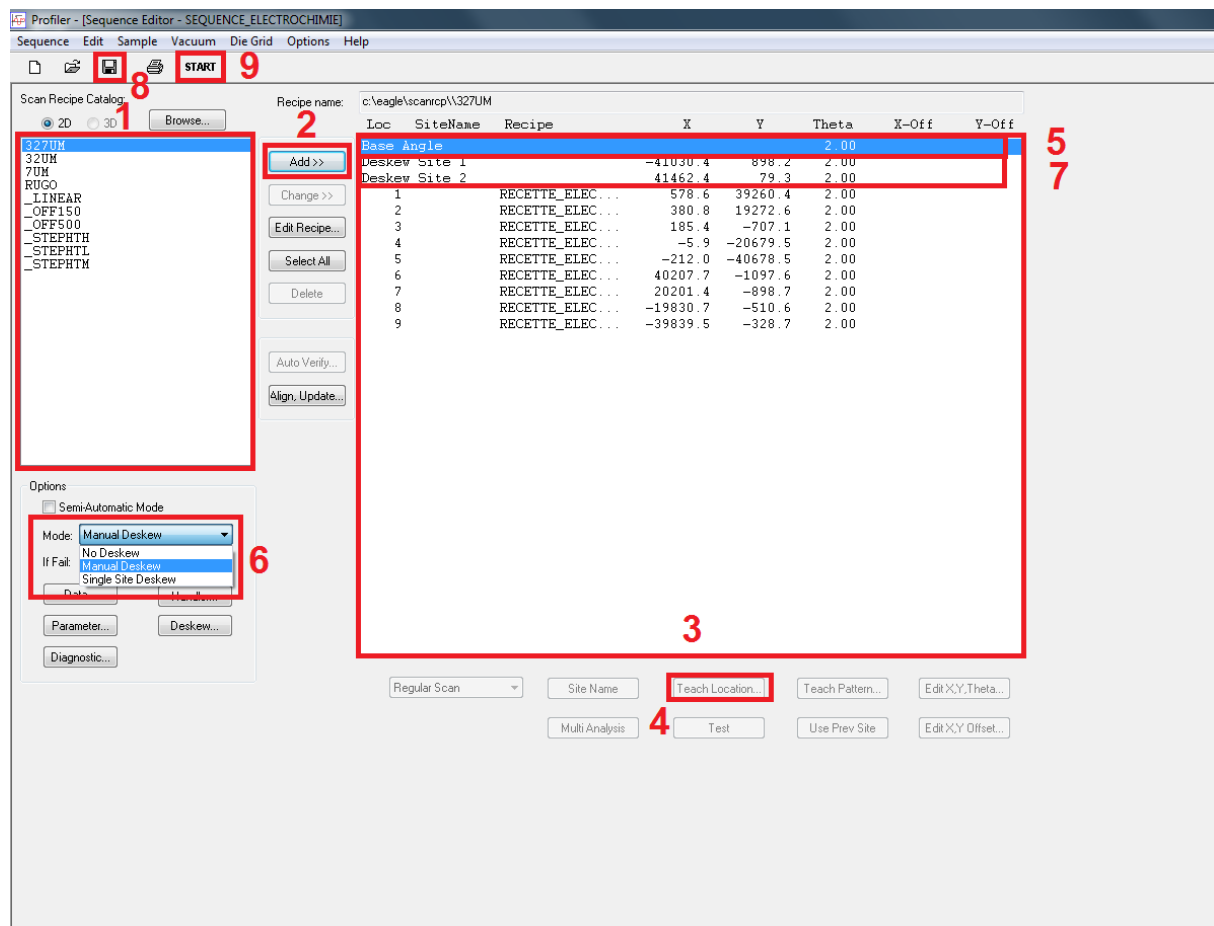

Figure 21 : Sequence Editor
Dans la fenêtre « Sequence Editor » (Figure 21), rechercher et sélectionner la recette (1) puis cliquer sur « Add » (2) autant de fois que le nombre de mesures (limiter à 20 mesures). Il peut y avoir panachage de recette pour réaliser différents types de mesures. Les recettes ajoutées s'affichent dans le cadre (3).